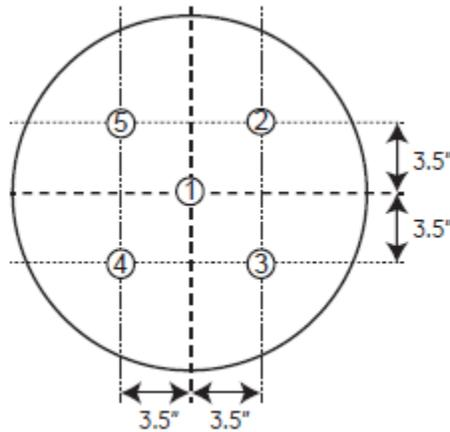

Figura 2-1 Punti di misura della luce
5. Utilizzando un misuratore di luce Biliblanket II calibrato, misurare la luce nei 5 punti indicati nella Figura 2-1 e calcolarne la media. Confermare che la media sia di almeno $27 \mu\text{W}/\text{cm}^2/\text{nm}$.